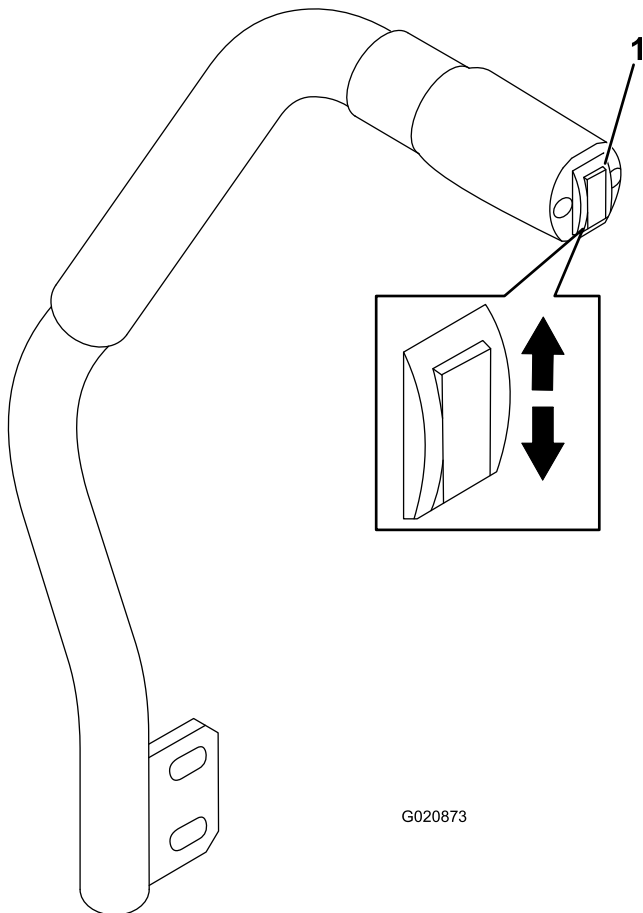

Figure 18
La commande de relevage du plateau de coupe permet de relever et d'abaisser le plateau de coupe (Figure 18). L'utilisation de ce levier n'est possible que lorsque le moteur est en marche.
- Pour abaisser le plateau de coupe, poussez la commande de relevage vers le bas (Figure 18).
- Pour relever le plateau de coupe, poussez la commande de relevage vers le haut (Figure 18).
1. Lorsque le moteur tourne, poussez la commande de relevage du plateau de coupe vers le haut jusqu'à ce que le plateau soit complètement relevé, puis **relâchez immédiatement la commande** (Figure 18).